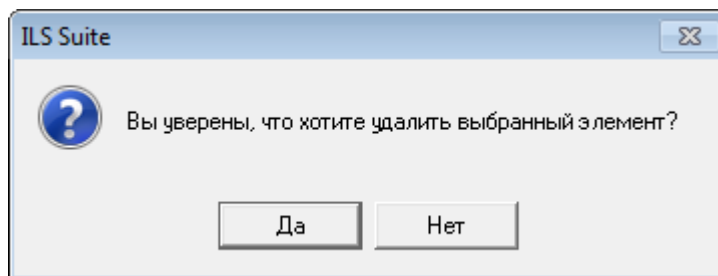

Рис. 17-10 – Диалоговое окно
- 4) В открывшемся диалоговом окне нажать «Да» для подтверждения действия (рис. 17-10). В этом случае выбранный вид ТО будет удалена из всех разделов рабочего окна «Виды ТО» и из базы данных. Для отказа от удаления нажать «Нет».